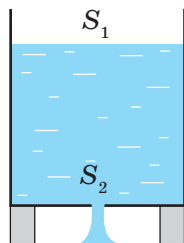

Рис. 22.3
2. Из отверстия дна высокого сосуда вытекает вода. Сечение сосуда  $S_1$ , сечение струи  $S_2$  (рис. 22.3). Найдите ускорение, с которым перемещается уровень воды в сосуде.